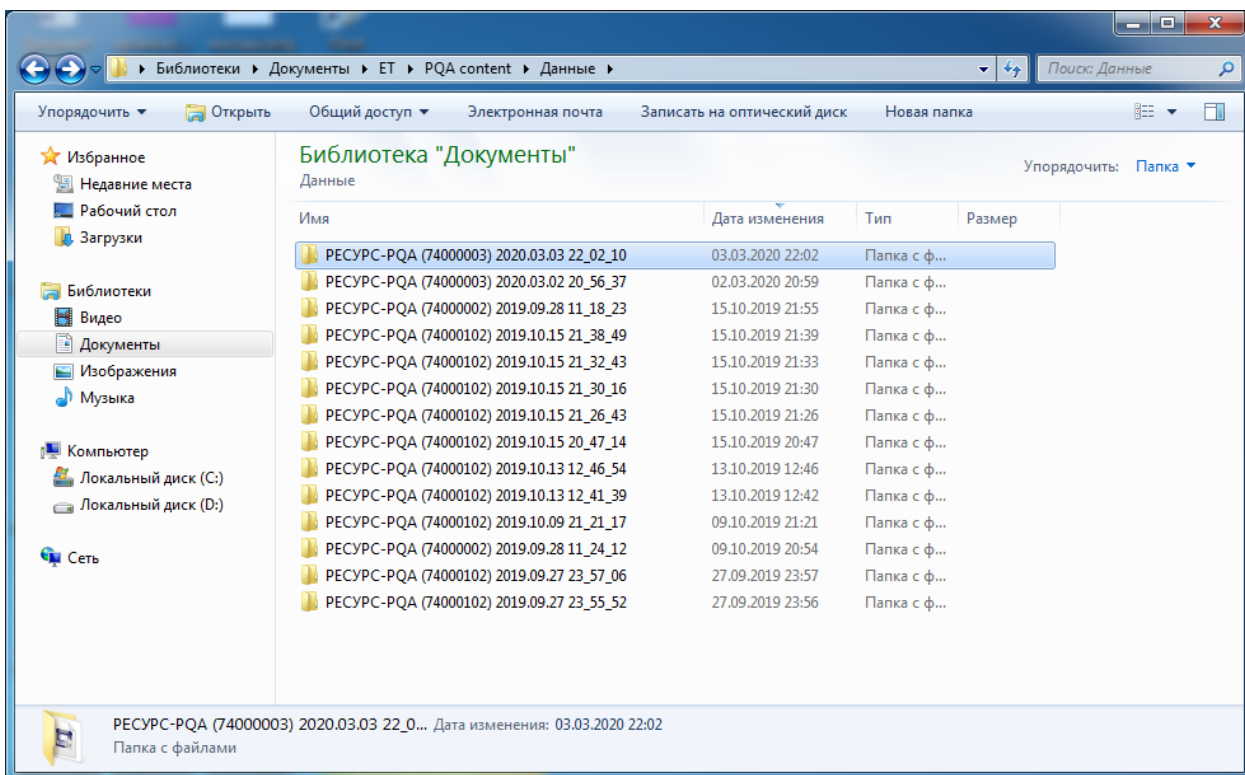
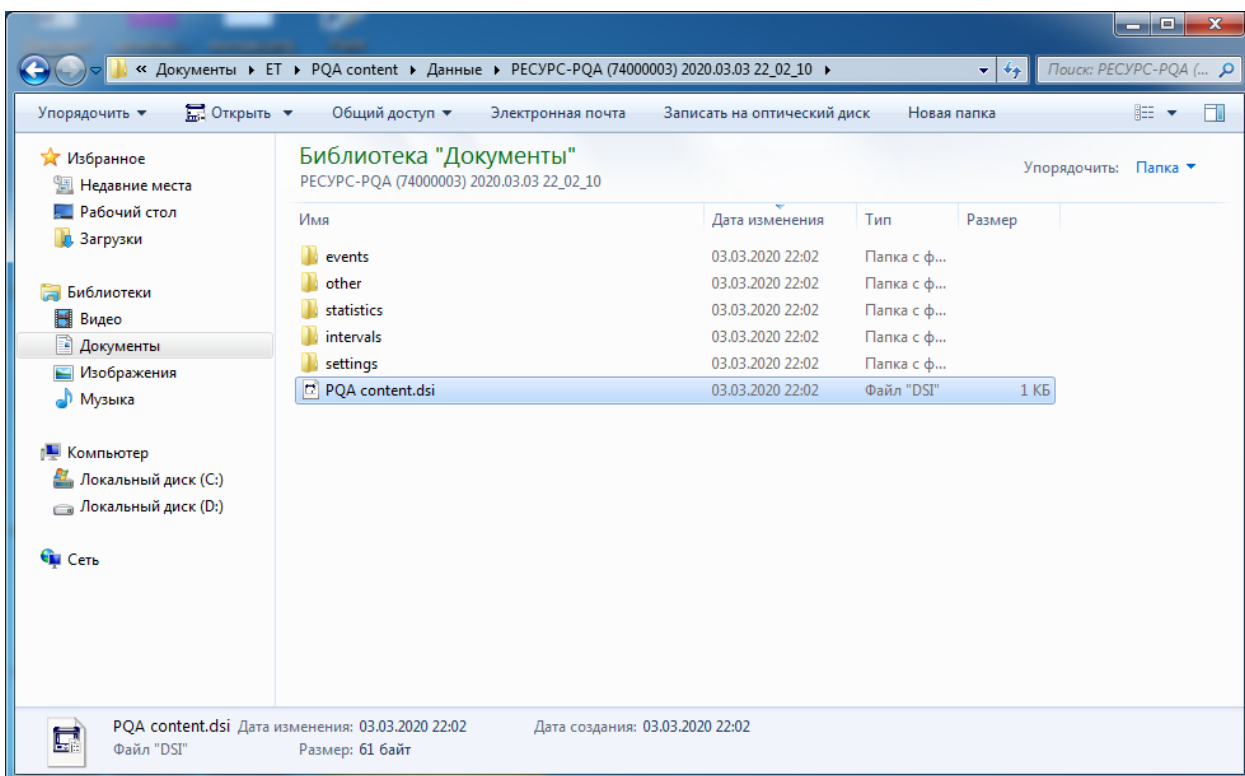

Рисунок 10.2.1 Окно проводника Windows – выбор папки
Рисунок 10.2.2 Окно проводника Windows – выбор файла
10.2 Для просмотра имеющихся сохраненных данных через проводник Windows, необходимо открыть нужную папку с данными (пример: РЕСУРС-PQA (74000003) 29.10.2018 14_48_22) (Рисунок 10.2.1) и открыть с помощью контекстного меню или двойным кликом файл - **PQA content.dsi** (Рисунок 10.2.2).